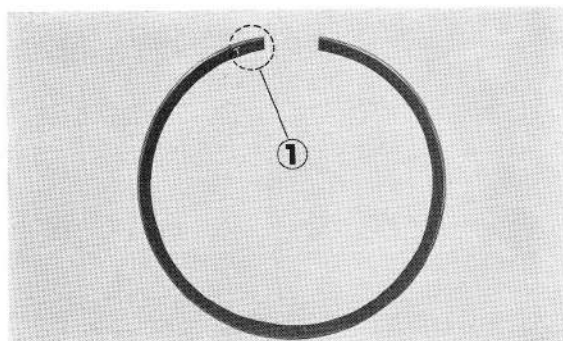

Figure 2-32 : ① marque de fabrique
- La marque de fabrique doit être sur la face supérieure du segment (figure 2-32).